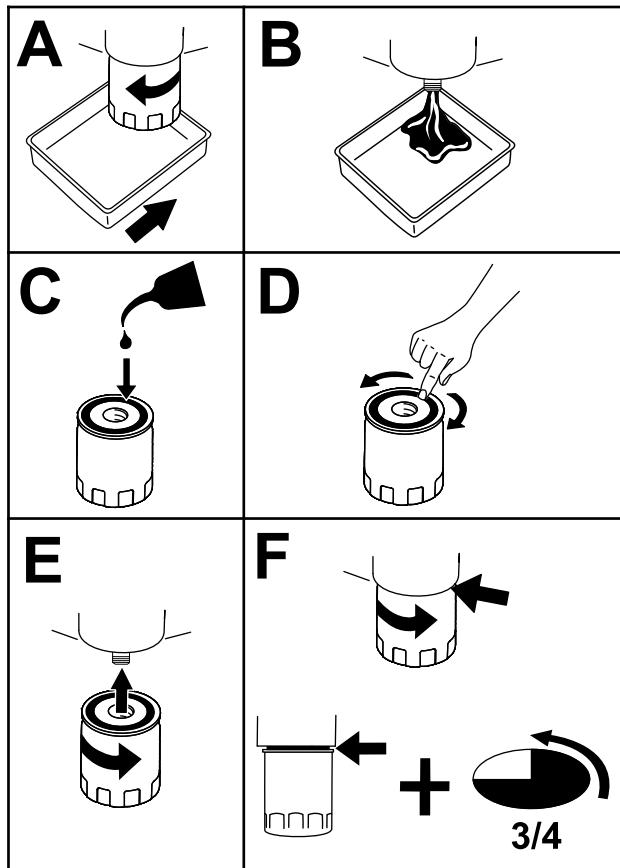

**Рисунок 42**
- Слейте масло из двигателя (Рисунок 42).